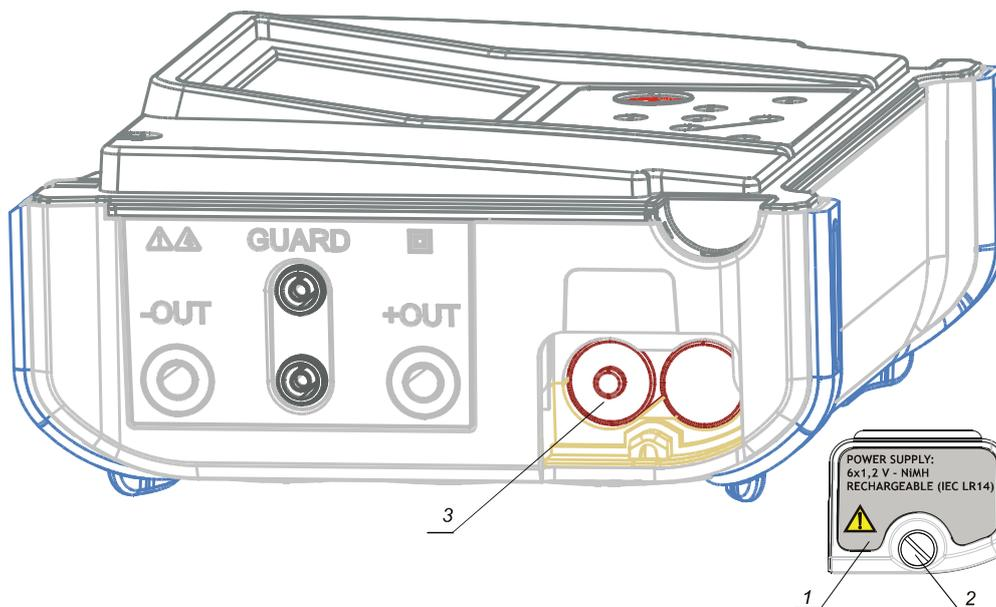

Bild 15. Korrekt eingesetzte Batterien
Die Batteriezellen sind im unteren Teil des Gerätegehäuses unter der Batterieabdeckung untergebracht (siehe **Bild 15**). Beim erstmaligen Einsetzen der Batterien beachten Sie bitte Folgendes:
- ◆ **Setzen Sie die Batterien korrekt ein (siehe Bild 15), sonst funktioniert das Prüfgerät nicht!**
Die Batteriezellen sind im unteren Teil des Gerätegehäuses unter der Batterieabdeckung untergebracht (siehe **Bild 15**). Im Falle von defekten Batterien beachten Sie bitte Folgendes:
- ◆ **Setzen Sie die Batterien korrekt ein (siehe Bild 15), sonst funktioniert das Prüfgerät nicht, und die Batterien können sich entladen!**
Die Versorgungs-Nennspannung beträgt 7,2 V Gleichspannung. Verwenden Sie sechs NiMH-Zellen einer Größe, die IEC LR14 entspricht (Maße: Durchmesser = 26 mm, Höhe = 46 mm). Korrekte Polung der Batterien: siehe nächste Abbildung **Fig.15**.